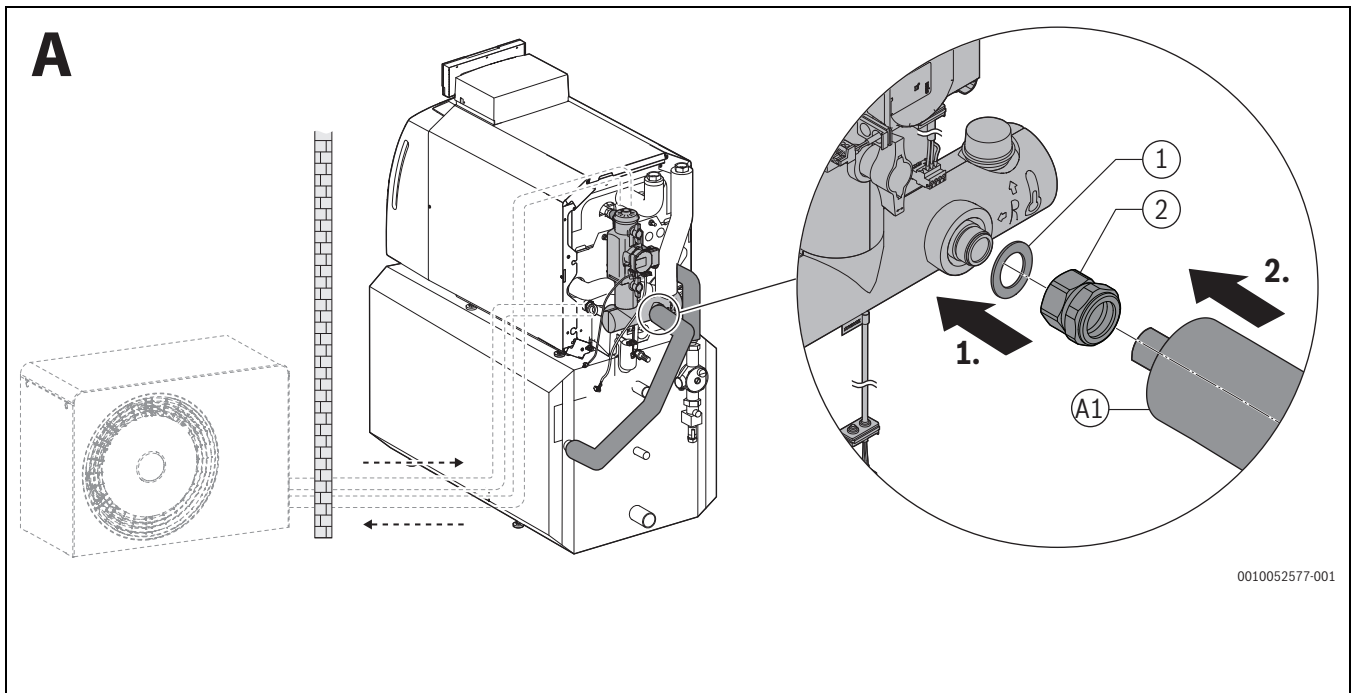

Bild 7 Montage Speicherverbindung liegender Speicher, Variante A, beispielhaft dargestellt für Kesselgröße 18 kW
- Rohrgruppe Speicherverbindung für unten liegenden Speicher (→ Bild 7; → separate Installationsanleitung).
Bei der Installation mit liegendem Speicher, **Variante A** (→Bild 7), müssen Anschlussrohre bei Bedarf gekürzt werden.
- Rohre entsprechend Bild 7 kürzen und montieren.